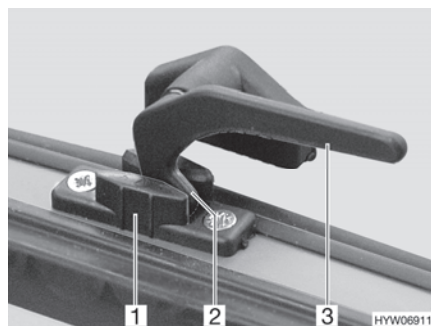

Fig. 48 Palanca de bloqueo en la posición de "ventilación continua"
- En la posición "ventilación continua" (Fig. 48)
- Girar todas las palancas de bloqueo (Fig. 48,3) un cuarto de vuelta hacia la mitad de la ventana.
- Girar de nuevo hacia atrás las palancas de bloqueo. El saliente de bloqueo (Fig. 48,2) se ha de introducir para ello siempre en el rebaje del bloqueo de la ventana (Fig. 48,1).